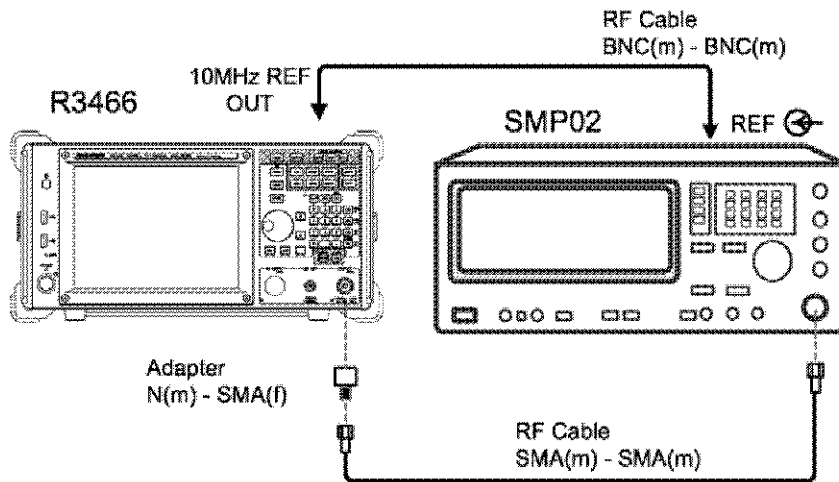

図 2-8 アッテネータ切り替え確度試験
1. 機器を図 2-8 のように接続します。R3466N の場合は、Adapter の後に 50 Ω 変換器を使用して本器と接続します。